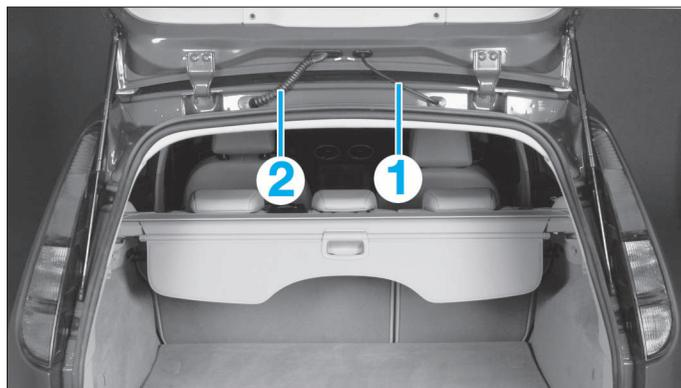

FIG. 69
- le tuyau de lave glace (1) (Fig.69).